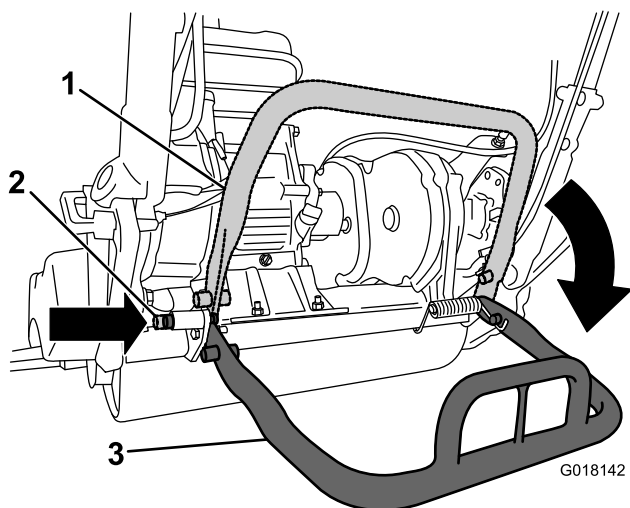

Рисунок 3
2. Опустите откидную ножку и вставьте стопорный палец, чтобы зафиксировать откидную ножку в положении для обслуживания (Рисунок 3). Обоймите машину на стопорный палец.